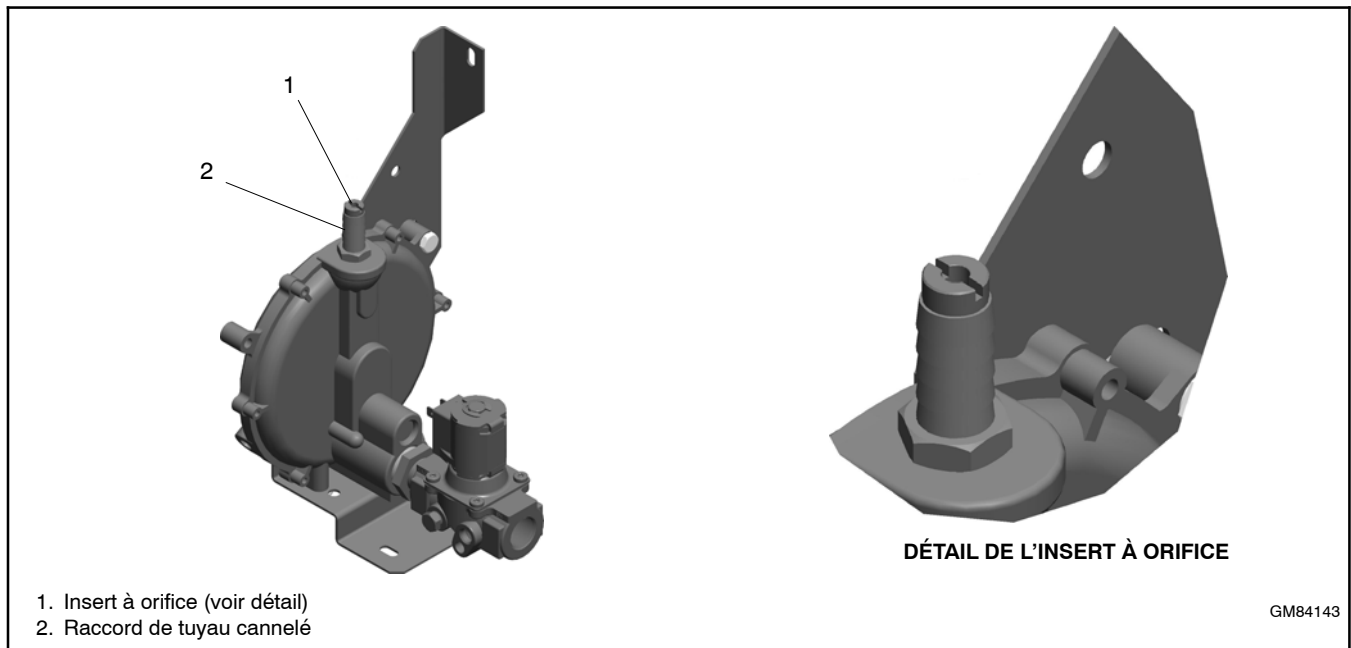

Figure 1-12 Circuit de combustible de 14RESA/RESAL montrant les inserts à orifice (groupes électrogènes fabriqués après le 26 juin 2014)
6. Utiliser un tournevis plat pour retirer l'insert marqué NG dur raccord de tuyau. Voir Figure 1-12.